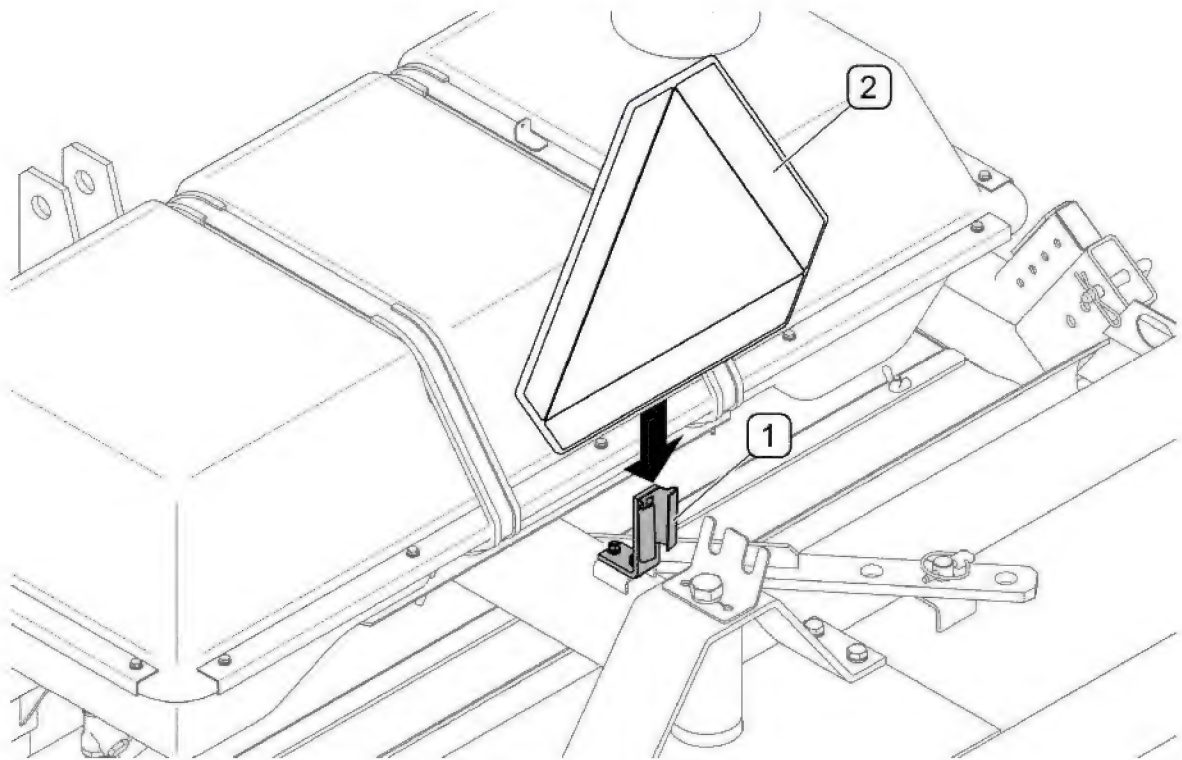

FIGURE 4.10A SUPPORT DU TRIANGLE IDENTIFIANT LE VEHICULE LENT
- Quand la balayeuse masque le triangle d'identification des véhicules lents placé en arrière du tracteur, il faut l'installer dans les supports (FIGURE 4.10A) sur le cadre de la balayeuse (en option).